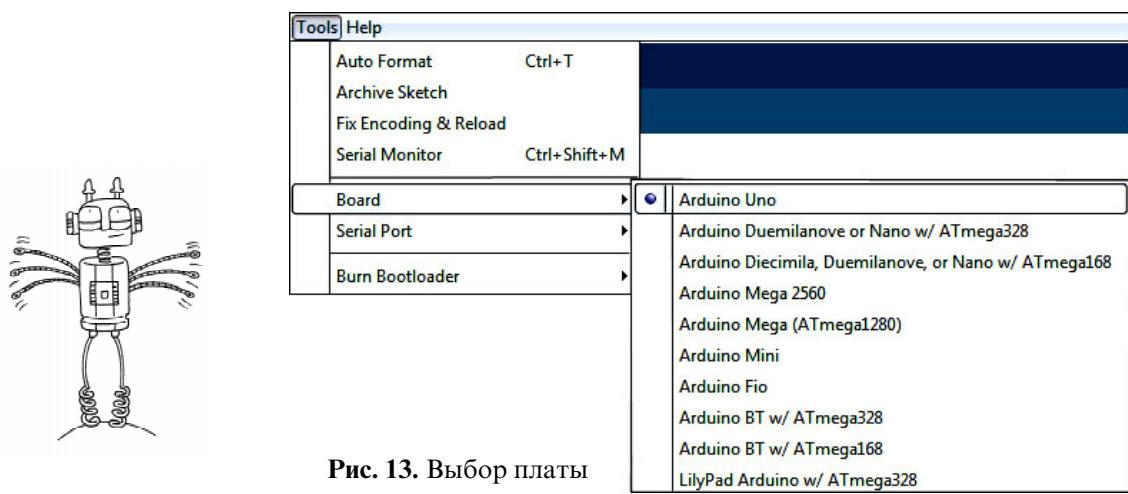

Рис. 13. Выбор платы
7. Выберите нужную плату (рис. 13).